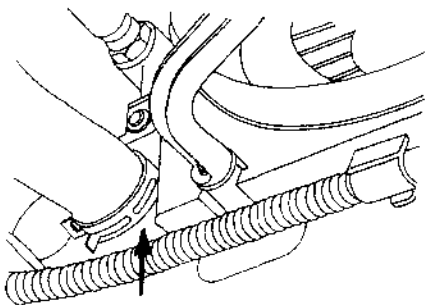

图2-5 拆下散热器下水管
(7) 松开散热器下水管夹箍,拔下散热器的下水管,放出冷却液,如图2-5所示。